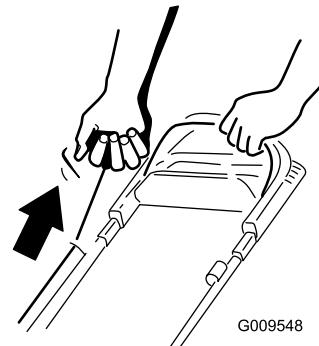

Figura 20
2. Puxe o manípulo do arrancador de retrocesso (Figura 20).
**Nota:** Puxe o manípulo do arrancador ligeiramente até sentir resistência e, em seguida, puxe rapidamente (Figura 20). Deixe que a corda regresse lentamente ao manípulo.